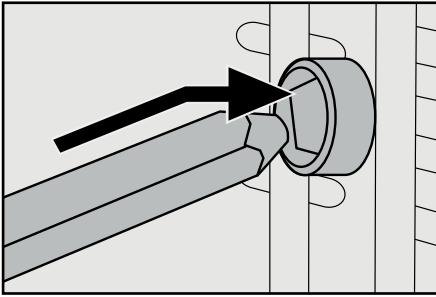

Fig. 1: Drejespyddet 16 sættes ind i drevet 1.
- Sæt først enden af drejespydets 16 uden not ind i drevet 1 (fig. 1):